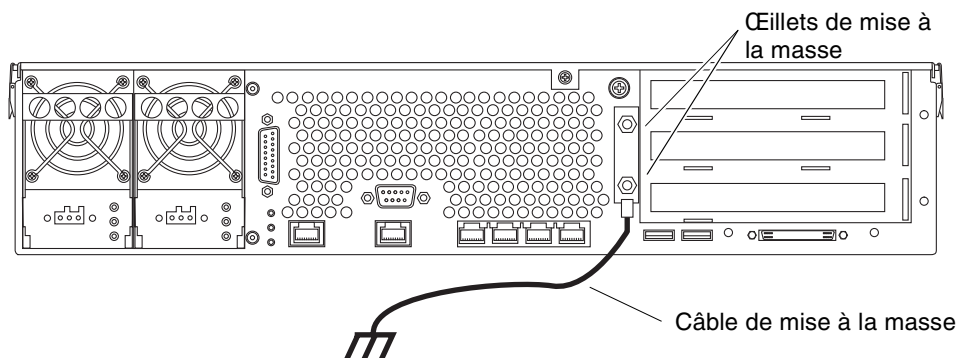

FIGURE 4-3 Localisation des œillets de mise à la masse du châssis
2. **Passez à l'arrière du serveur et localisez les deux œillets de mise à la masse du châssis (reportez-vous à la FIGURE 4-3).**